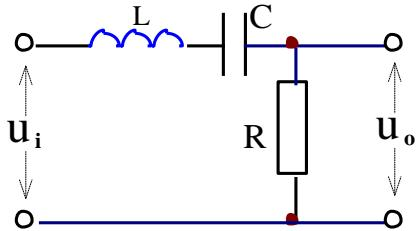
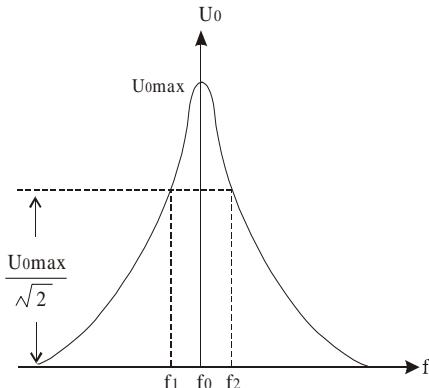

图 6-1
图 6-2
1. 在图 6-1 所示的 R、L、C 串联电路中，当正弦交流信号源的频率  $f$  改变时，电路中的感抗、容抗随之而变，电路中的电流也随  $f$  而变。取电阻  $R$  上的电压  $U_o$  作为响应，当输入电压  $U_i$  的幅值维持不变时，在不同频率的信号激励下，测出  $U_o$  之值，然后以  $f$  为横坐标，以  $U_o/U_i$  为纵坐标（因  $U_i$  不变，故也可直接以  $U_o$  为纵坐标），绘出光滑的曲线，此即为幅频特性曲线，亦称谐振曲线，如图 6-2 所示。